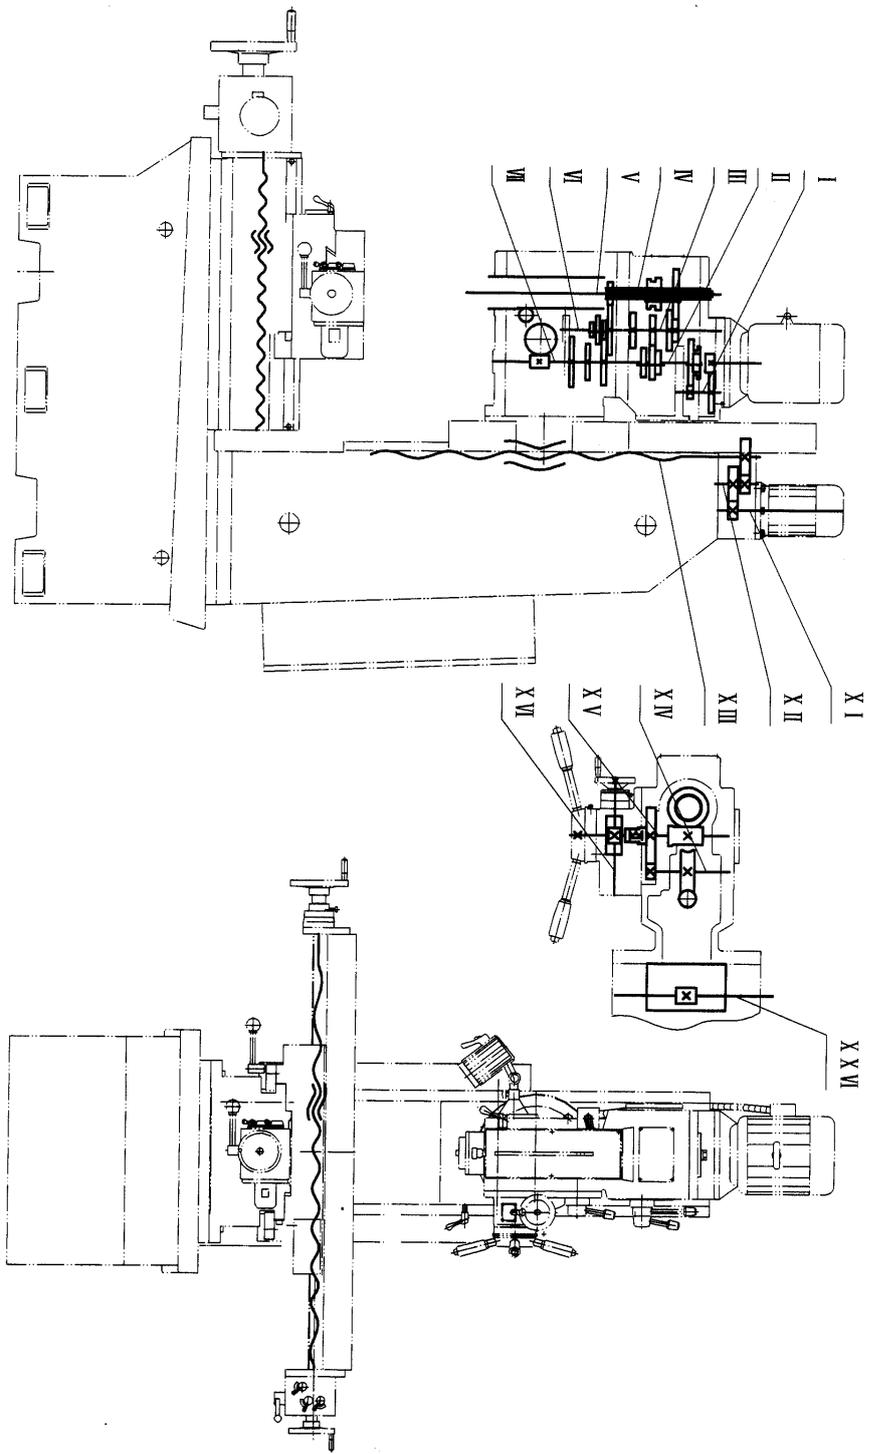

Рис. 2
6.1 Система привода шпинделя (см. рис. 2)